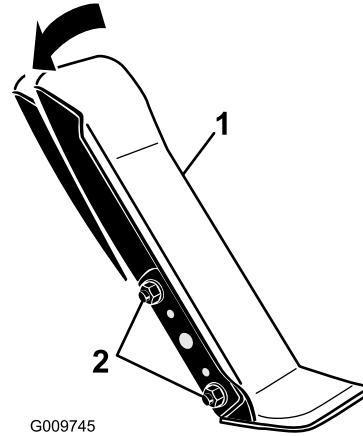

Bild 68
1. Lösen Sie die zwei Muttern und Schrauben, mit denen die linke Seite des Fahrpedals an der Halterung befestigt ist (Bild 68).
2. Drehen Sie das Pedal auf den gewünschten Winkel und ziehen Sie die Muttern fest (Bild 68).